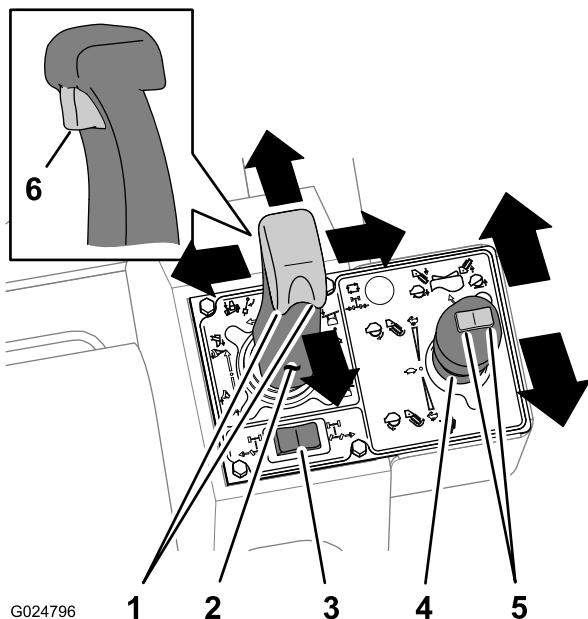

Figure 15
- Poussez le levier multifonction en avant pour abaisser la lame de remblayage ou l'enfouisseuse, ou tirez-le en arrière pour relever la lame ou l'enfouisseuse (Figure 15).
- Déplacez le levier multifonction vers la gauche pour incliner la lame de remblayage à gauche, ou vers la droite pour incliner la lame à droite (Figure 15).
- Tournez la commande au pouce à gauche pour orienter la lame de remblayage à gauche, ou tournez la commande à droite pour orienter la lame à droite (Figure 15).
- Tournez la commande au pouce à gauche pour diriger l'enfouisseuse vibrante vers la gauche, ou tournez la commande à droite pour diriger l'enfouisseuse vers la droite (Figure 15).
- Tirez la gâchette du levier multifonction pour faire flotter la lame de remblayage en haut ou en bas (Figure 15).
- Tirez le levier en arrière pour démarrer la vibration de la lame de l'enfouisseuse (Figure 15).
- Tirez le levier plus en arrière pour augmenter la vibration (Figure 15).
- Rapprochez le levier de la position point mort pour réduire et arrêter la vibration (Figure 15).
- Poussez le levier de commande en avant pour faire tourner la chaîne d'excavation en avant (Figure 15).
- Poussez le levier plus en avant pour augmenter la vitesse de la chaîne (Figure 15).
- Amenez le levier de commande au point mort pour arrêter la chaîne de trancheuse (Figure 15).
- Appuyez sur la gauche de la commande pour abaisser la flèche de l'accessoire (Figure 15).
- Appuyez sur la droite de la commande pour éléver la flèche de l'accessoire (Figure 15).